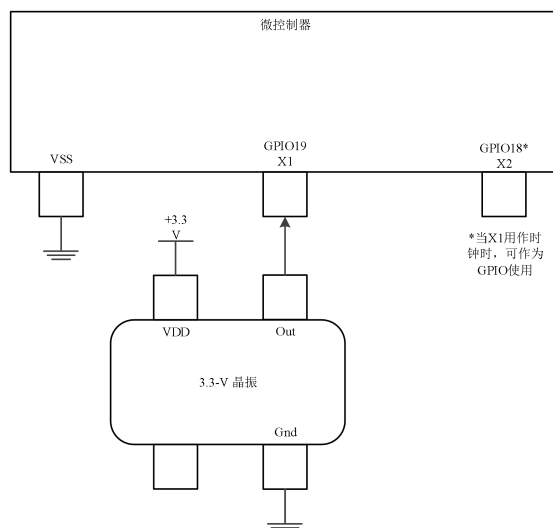

图 6-10. 3.3V 外部时钟
- 单端 3.3V 外部时钟。时钟信号应连接到 X1（如图 6-10 所示），且 XTALCR.SE 位设置为 1。